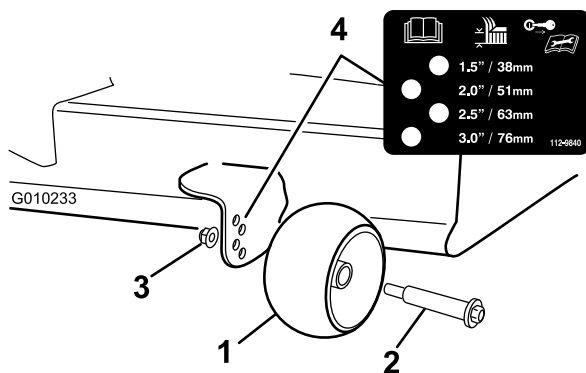

Figura 16
3. Ajuste los rodillos protectores del césped según se muestra en Figura 16 a la posición de altura de corte más próxima.